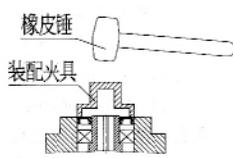

图27
6.2.3.2 如图 27 所示,利用装配夹具将油封装入箱体。